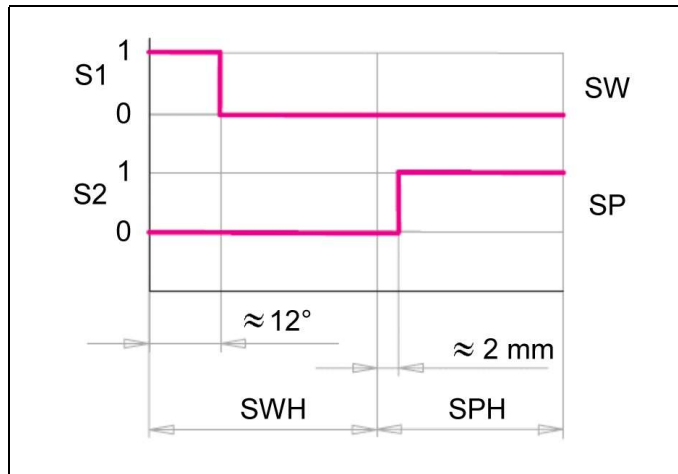

Fig. 11: Andamento del segnale durante bloccaggio e sbloccaggio
- Con la tensione di comando inserita la regolazione del sensore di prossimità può essere verificata in base al diagramma funzionale alla fig. 11.